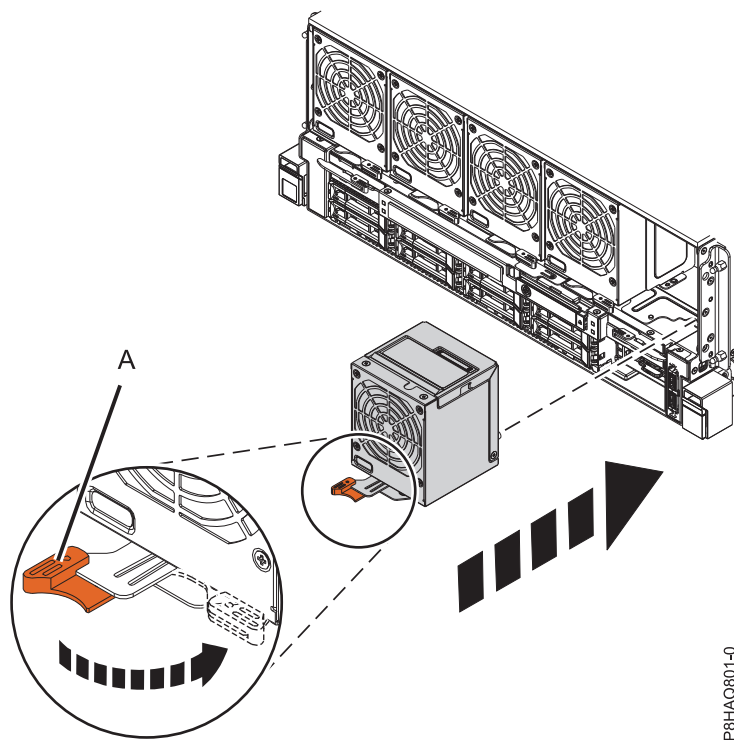

図 14. 前面ファンの再取り付け
1. ラックの前面に移動します。ファンのハンドル (A) が、14 ページの図 14 に示されているように、回転して開いていることを確認します。
3. ファンのハンドル (A) を、示されている方向に回転させてから、ラッチが所定の位置にロックされるまでファンのハンドルを押します。『14 ページの図 14』を参照してください。